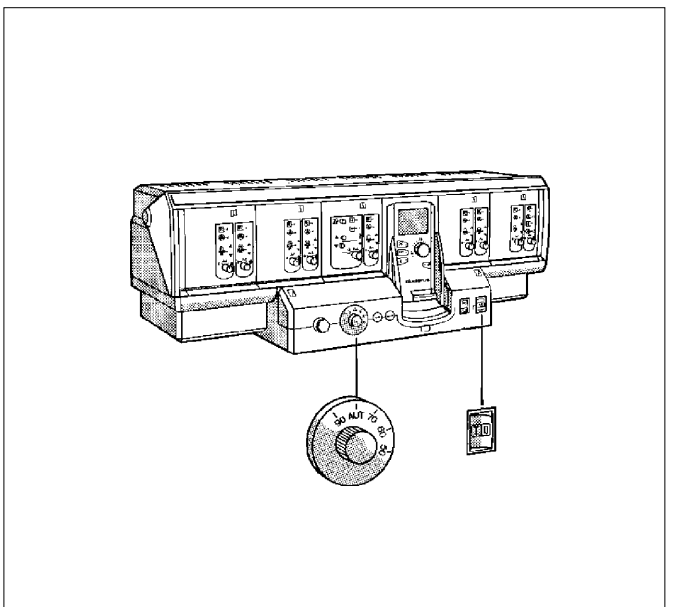

Fig. 8
- Mettre l'interrupteur de service en position 0 (fig. 8).